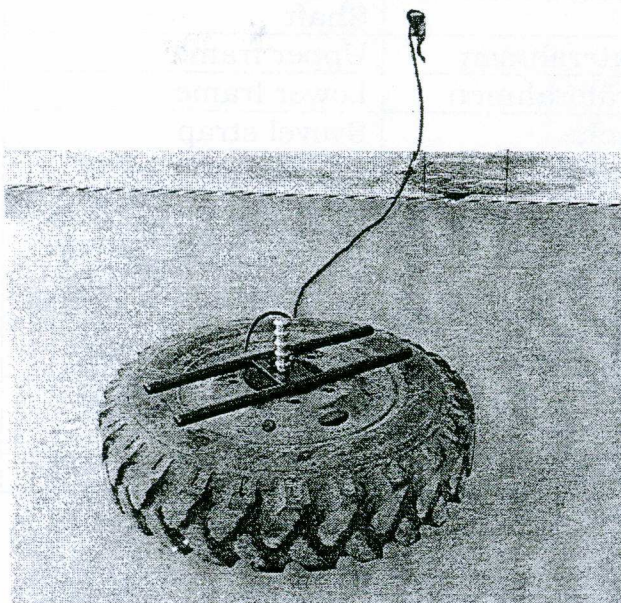

Abb. 10 / fig. 10
- Reifen befüllen; dabei Sicherheitsabstand von mindestens 2,5 m einhalten ! (Abb. 10)
- Fill tyre, maintaining safety distance of at least 2.5 m. (Fig. 10)